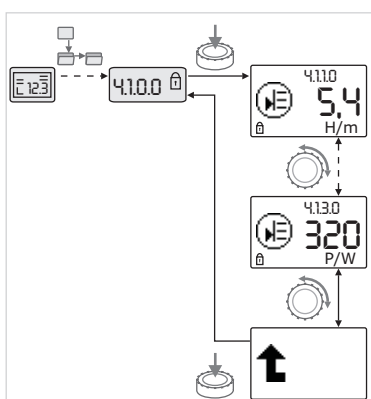

Fig. 43: Hämtning av information
- Välj menyelement av typen "Information" för aktuell undermeny genom att vrida på driftknappen (se Fig. 43). För en förklaring av inställningarna med symboler, se tabellen i kapitel 8.7 "Referens menyelement" på sidan 34.